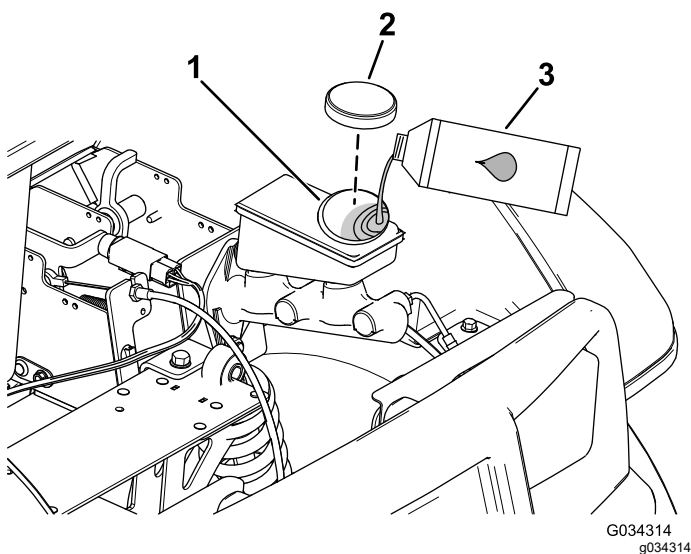

Figura 63
4. Eleve el capó para acceder al cilindro del freno principal y al depósito (Figura 63).
- A. Limpie la zona alrededor del tapón del depósito y retire el tapón (Figura 63).
- C. Coloque el tapón del depósito (Figura 63).